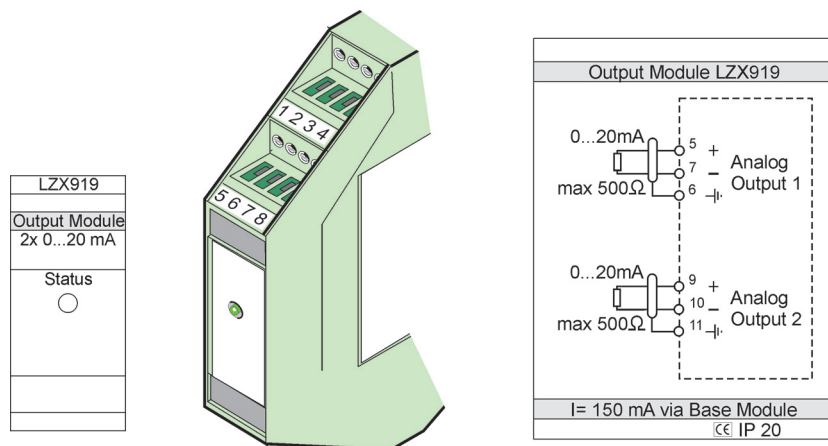

Рисунок 79 Внешний модуль вывода
3. Выполните соответствующие соединения, как показано на Рисунок 79 и Таблица 52.